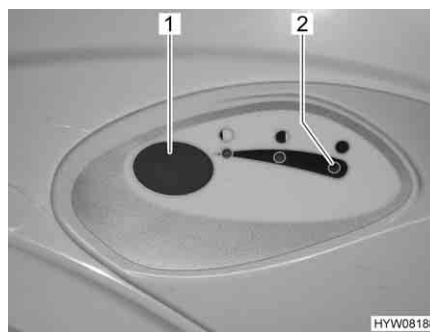

Fig. 116 Pulsante dello sciacquone/spia di controllo (toilette Thetford)
- Per sciacquare premere il pulsante blu (Fig. 116,1).
La spia di controllo (Fig. 116,2) si accende quando il serbatoio fecale deve essere svuotato.